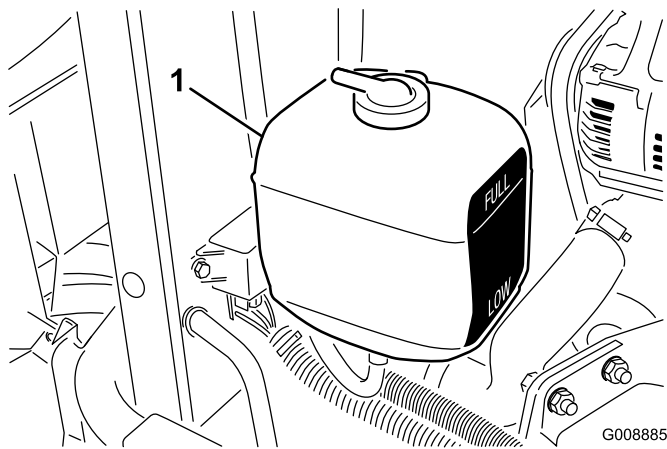

Figura 23
1. Compruebe el nivel de refrigerante del depósito de expansión (Figura 23). Con el motor frío, el nivel del refrigerante debe estar aproximadamente en el punto medio entre las marcas del lateral del depósito.